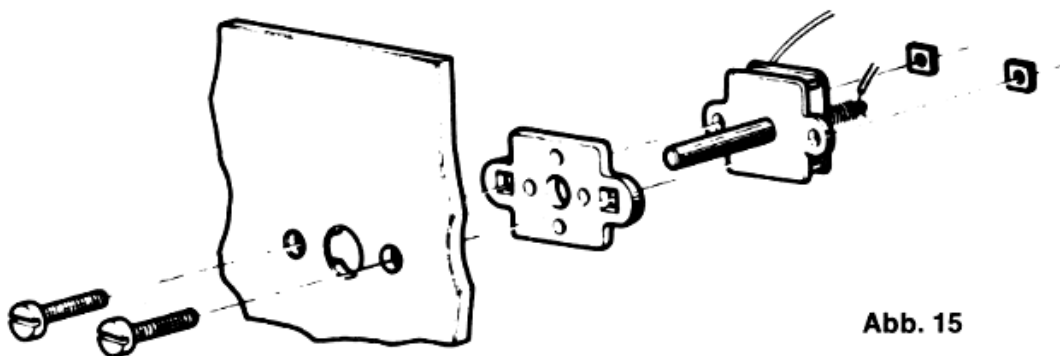

Abb. 15
4.3.1. Drehkondensator (12)
Lege über den Drehkondensator das schwarze Zwischenstück (24) und stecke dann die Achse von innen durch das Loch in der Vorderplatte. Befestige ihn mit zwei Schrauben (36) und Muttern (33) gemäß Abbildung 15. Die Anschlußdrähte werden mit Spiralfedern (22) in den Ösen befestigt.